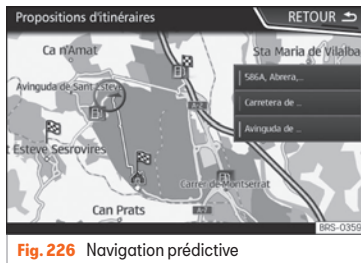

Fig. 226 Navigation prédictive
- Sur l'écran principal du Menu de navigation, appuyez sur la touche (Propositions d'itinéraires) de la fenêtre contextuelle. Pour afficher les propositions d'itinéraires, appuyez sur le bouton (Afficher sur la carte) »» fig. 226.